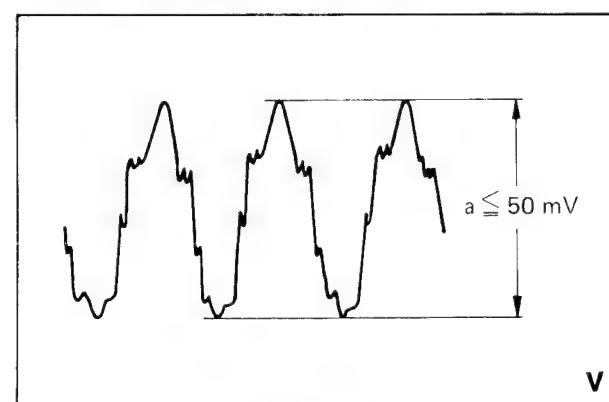

Bild 3-4
2. Oszilloskop an TP 11, Tastkopfmasse an TP 12. Brumm muß kleiner als 50 mV_{ss} sein (Bild 3-4).